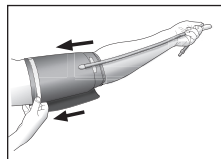

Fig. 4
- El tubo debe seguir la longitud interna del brazo (Fig. 4).